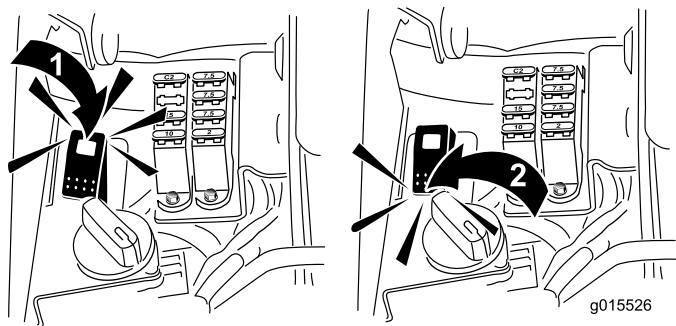

Figura 59
5. Ruotate l'interruttore lappatura in posizione indietro (R) (Figura 59).